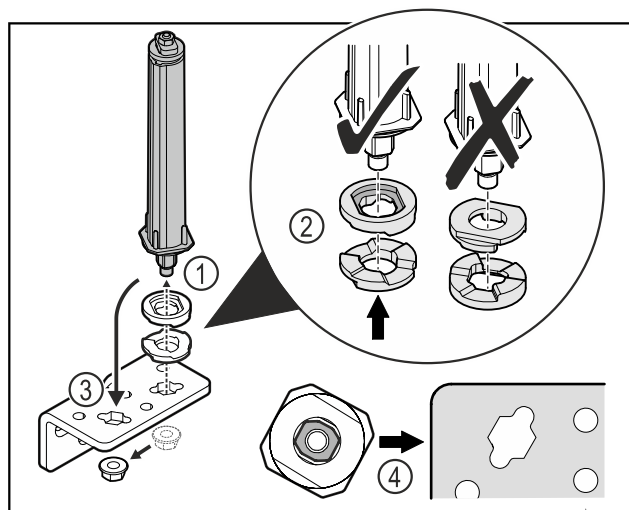

Fig. 30
- ▶ Lossa muttern och ta bort dörrlåssystemet Fig. 30 (1).
- ▶ Se till att höjdjusteringsbrickorna är korrekt inriktade Fig. 30 (2).
- ▶ Flytta dörrlåssystemet i gångjärnsfästet och fixera med muttern Fig. 30 (3).
- ▶ Se till att dörrlåssystemet är korrekt inriktat vid insättning Fig. 30 (4).